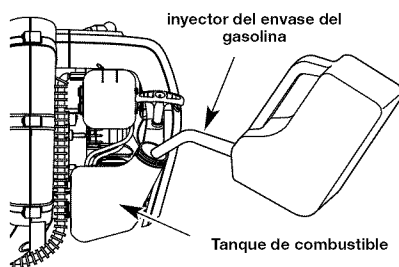

Fig. 8
2. Coloque el pico del recipiente de gasolina en el orificio de llenado del tanque de gasolina (Fig. 8) y llene el tanque.